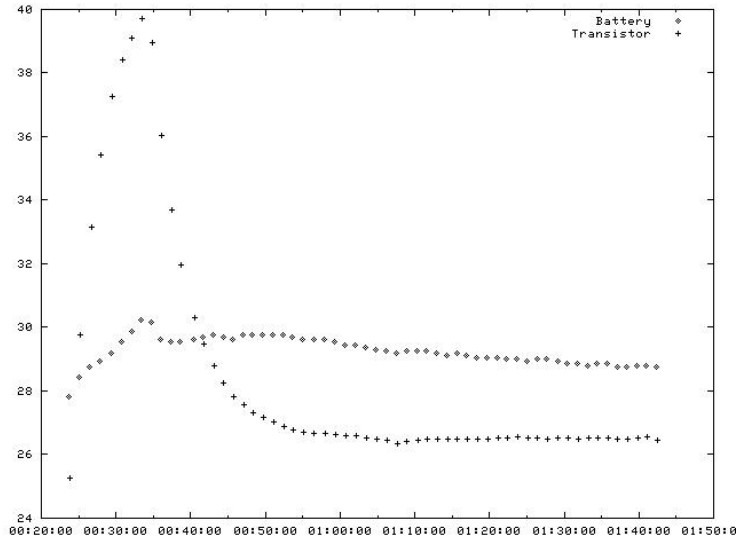

Abbildung 3: Messung mit zwei Sensoren
- In Abbildung 3 wurden Temperaturen beim Laden von Akkumulatoren in einem Ladegerät aufgenommen. Eine Kurve zeigt die Temperatur der Akkus, die zweite Kurve zeigt die Temperatur des Regeltransistors. Der Peak der Akkutemperaturkurve zeigt deutlich den Zeitpunkt des Abschaltens.